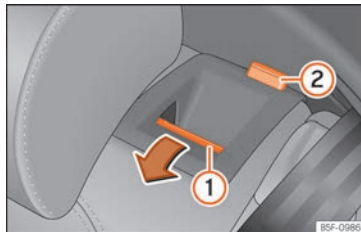

Abb. 123 Rück Sitz: Rückenlehne vorklappen.
- Entriegelungstaste » Abb. 123 ① nach vorn ziehen und gleichzeitig die Rückenlehne umklappen. Die Rück Sitzlehne ist entriegelt, wenn die rote Markierung des Tasters ② sichtbar ist.